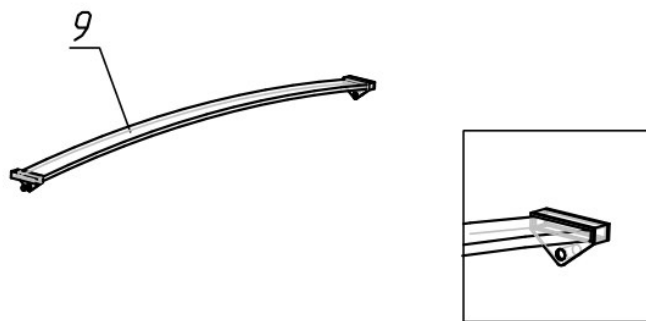

Рис.1.3.
1.7.Растелить ортопедический настил, для этого одеть латодержатели на торцы ламели ортопедического настила (рис.1.3) и установить ее в отверстия опорной части кровати. Таким образом установить все элементы ортопедического настила. (Рис.1.4.)